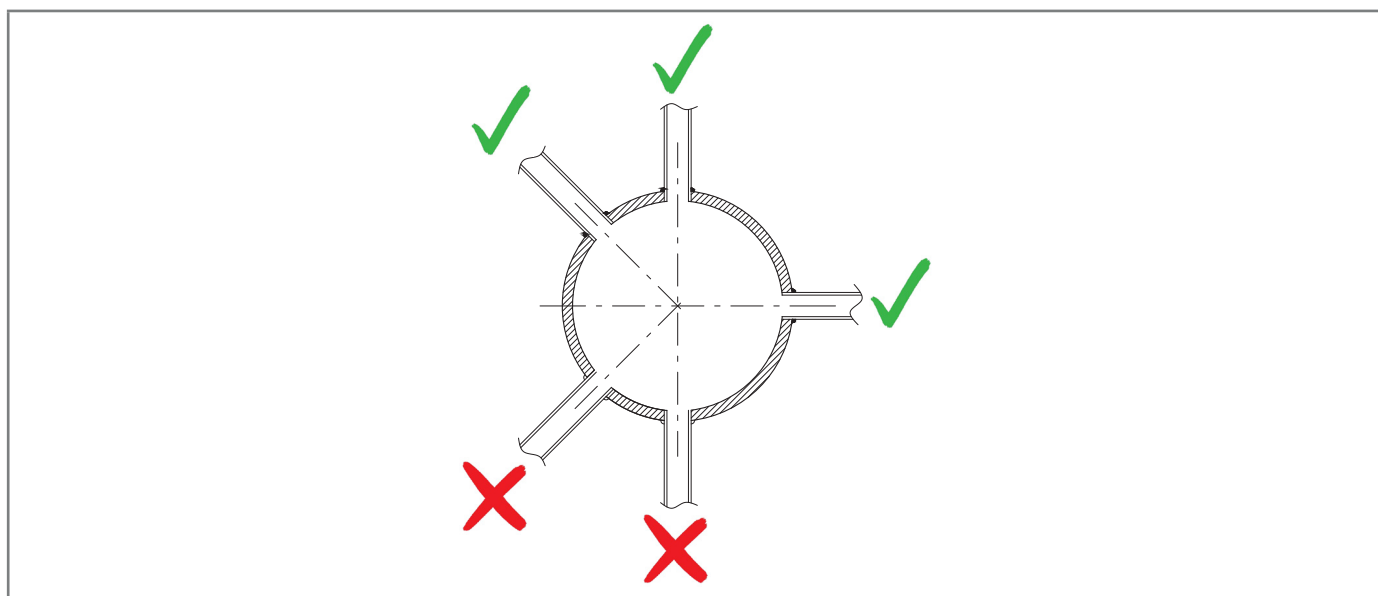

Fig. 6.9. Attacchi saldati della tubazione
- gli attacchi della connessione pneumatica siano sempre saldati sulla parte superiore o sull'asse orizzontale della tubazione stessa (fare riferimento alla Fig. 6.9);